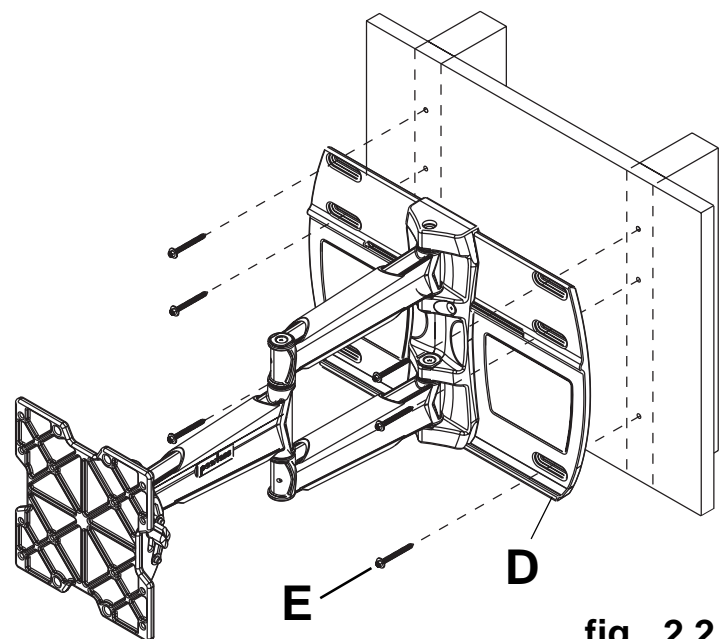

fig. 2.2
2 Déterminez le centre souhaité de l'écran sur le mur et marquez-le au crayon. Mesurez 7 po (177 mm) au-dessus du centre désiré de l'écran et tracez une ligne horizontale pour situer l'emplacement du gabarit de la plaque murale. La plaque murale (D) peut être installée sur deux montants espacés de 16 po. Repérez le bord des montants à l'aide d'un localisateur de montants. L'utilisation d'un localisateur de montants « bord à bord » est fortement recommandée. Après avoir repéré les bords, tracez une ligne verticale le long du centre de chaque montant. Alignez le haut du gabarit (haut de la plaque murale) avec la ligne horizontale et alignez les fentes du gabarit de la plaque murale avec les lignes médianes des montants en bois. Mettez le gabarit (plaque murale) de niveau sur le mur et tracez le centre des six trous de montage en veillant à ce que les trous de montage soient sur les lignes médianes des montants. Percez six trous pilotes de 3/16 po (5 mm) de dia. et de 3 po (76 mm) de profondeur. Mettez la plaque murale (D) à niveau et attachez-la avec six vis à bois de 5/16 X 3 po (E) comme illustré à la Figure 2.2.